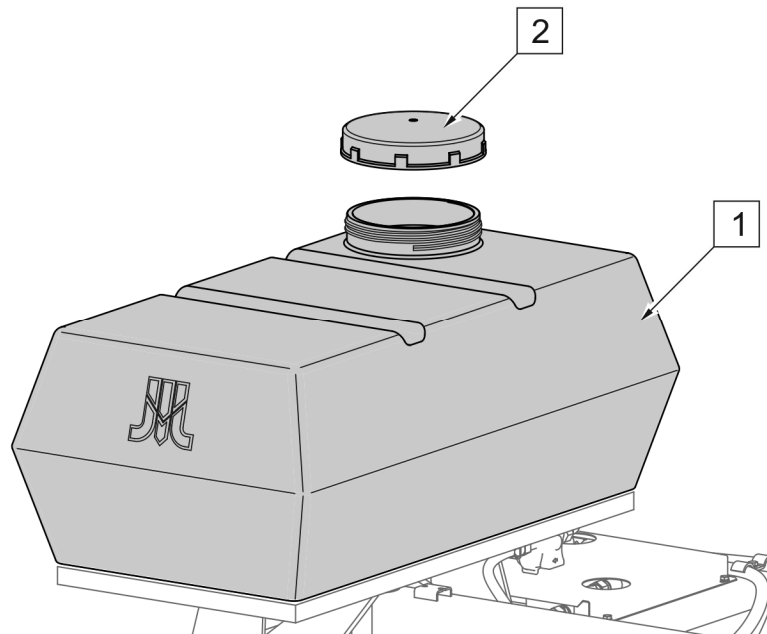

РИСУНОК 4.2 Бак для води системи поливання
Бак для води (1) наповнюється через заливний отвір, закритий заглушкою (2) з вентиляційним отвором (РИСУНОК 4.2). Бак вміщує 200 літрів води.